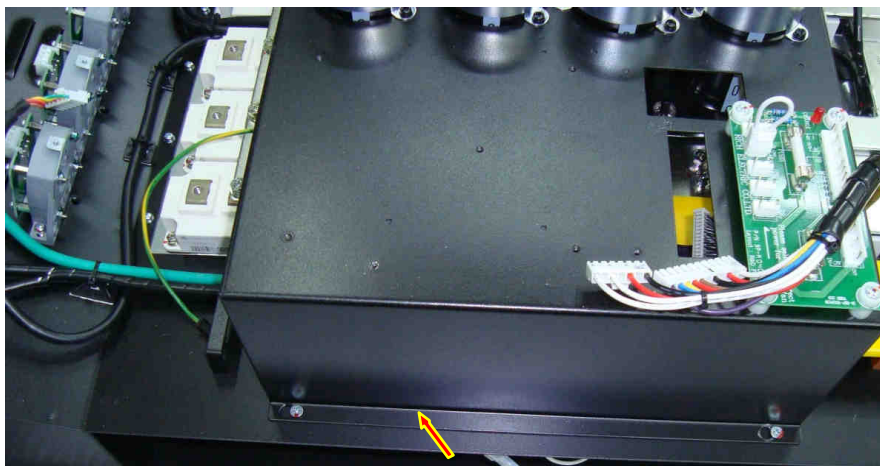
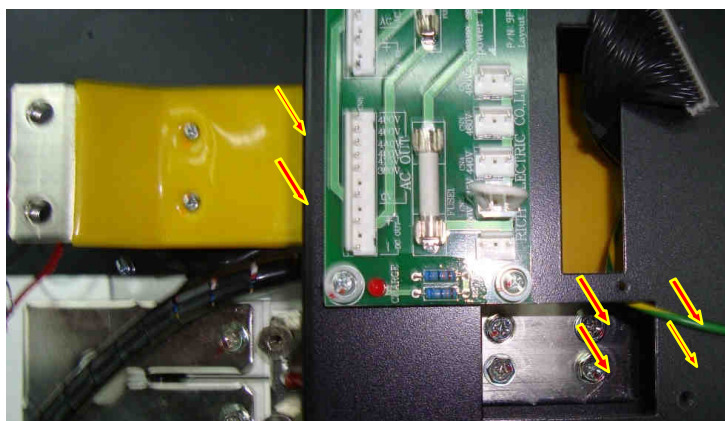

Рис. 7.19.
Рис. 7.23.
- установить блок конденсаторов в преобразователь, совместив фигурные отверстия с головками четырех винтов на корпусе (рис. 7.19);
-Установить шину «+» предохранителя – звено ПТ., вкрутив 4 винта крепления шины к блоку конденсаторов и 2 винта крепления к изоляционной стойке (рис. 7.23).
- Окончательно затянуть винты крепления шин блока конденсаторов к контактам модулей IGBT и диодно-тиристорных модулей (рис. 7.21, 7.22), затянуть винты крепления шины «+» предохранителя – звено ПТ. (рис. 7.23). Затянуть винты (4 шт.) крепления блока конденсаторов к основанию корпуса (рис. 7.19).